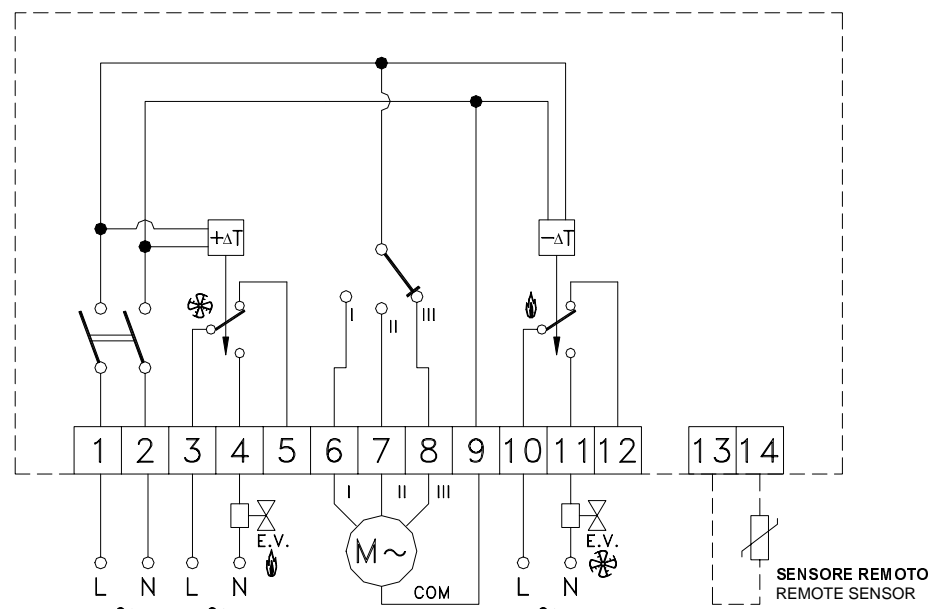

Fig. 6: Schema di collegamento / Wiring diagram
rectangular opening, according to the diagram shown in Fig. 6. Please also remember that:
5. Eseguire i collegamenti elettrici, facendo passare i fili tramite l'apertura rettangolare, seguendo lo schema di collegamento di Fig. 6 e tenendo presente che: